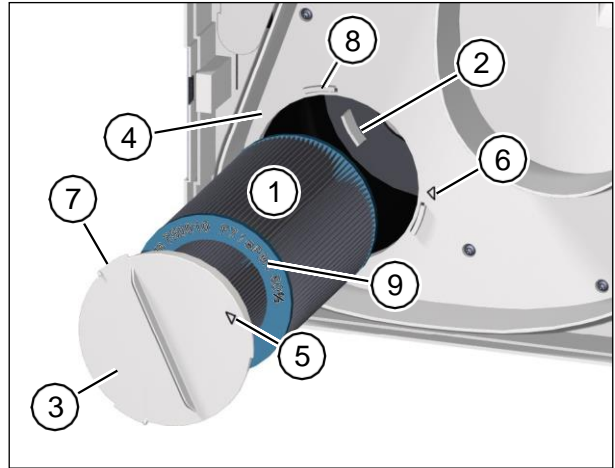

Рис. 23: Встановлення нового фільтра приточного повітря
- ▶ Обережно встановіть новий фільтр приточного повітря (пункт 1 на Рис. 23) у вентиляційну установку.
- ▶ Перевірте, щоб повітряний фільтр став на 3 пази кріплення (пункт 2 на Рис. 23) на задній стінці вентиляційної установки.
- ▶ Встановіть кришку фільтра (пункт 3 на Рис. 23) на фільтр приточного повітря. Перевірте, щоб кришка фільтра щільно прилягала до проміжної пластини (пункт 4 на Рис. 23).
- ▶ Поверніть кришку фільтра за Годинниковою стрілкою допоки стрілка на кришці фільтра (пункт 5 на Рис. 23) не вирівняється зі стрілкою закритого положення (пункт 6 на Рис. 23). Перевірте, щоб 3 кріплення (пункт 7 на Рис. 23) кришки фільтра стали в пази (пункт 8 на Рис. 23) проміжної пластини.
- ▶ У якості фільтра приточного повітря можна використовувати лише M-WRG-II FA, Арт. № 750010, та M-WRG-II FK (фільтр з активованим вугіллям) Арт. № 750020. Маркування каталог № та клас повітряного фільтра нанесено на світло-блакитній стороні повітряного фільтра (пункт 9 на Рис. 23).